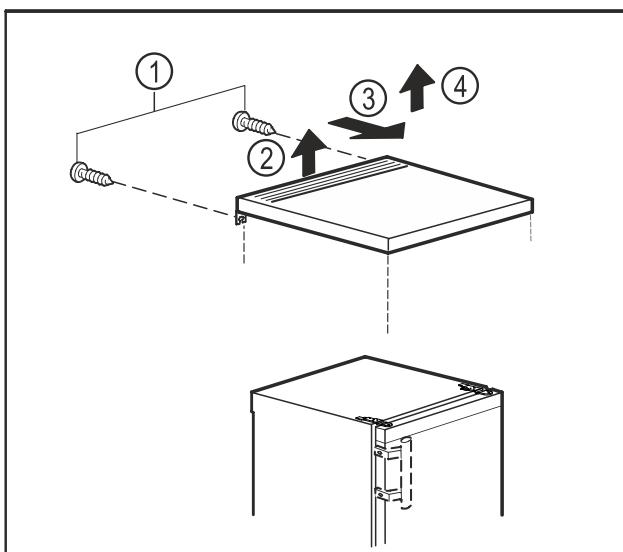

Fig. 9
- Удалите винты с задней стенки. Fig. 9 (1)
- Приподнимите столешницу сзади. Fig. 9 (2)
- Сдвиньте столешницу вперед. Fig. 9 (3)
- Снимите столешницу движением вверх. Fig. 9 (4)